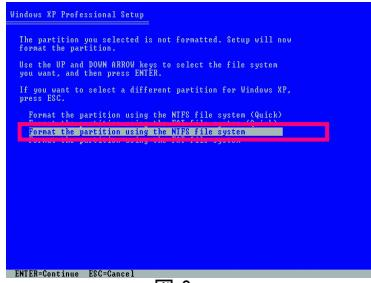

図 3
3. ファイルシステムを選択し(たとえば、NTFS) オペレーティングシステムのインストールを開始します(図 3)。